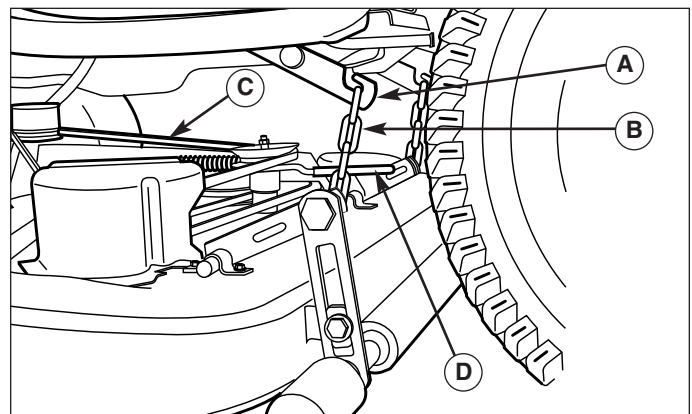

Figure 12. Relevage de tondeuse
3. Voir la Figure 12. Braquer les roues droit vers l'avant. Tirer le levier à ressort (B) tout en soulevant l'attelage de la
3. Utiliser le bras de tension (D, Figure 12) pour relâcher la tension sur la courroie de la PDF et enlever la courroie de la poulie de la PDF.
4. Appuyer sur les crochets de relevage (A, Figure 12) et décrocher les chaînes de relevage (B).
4. Voir la Figure 12. Connecter les chaînes de relevage de tondeuse (B) aux crochets de relevage de tracteur (A).
5. Voir la Figure 12. En partant du côté gauche du tracteur, utiliser le bras de tension (D) pour relâcher la tension de la courroie. Installer la courroie (C) sur la poulie de la PDF.